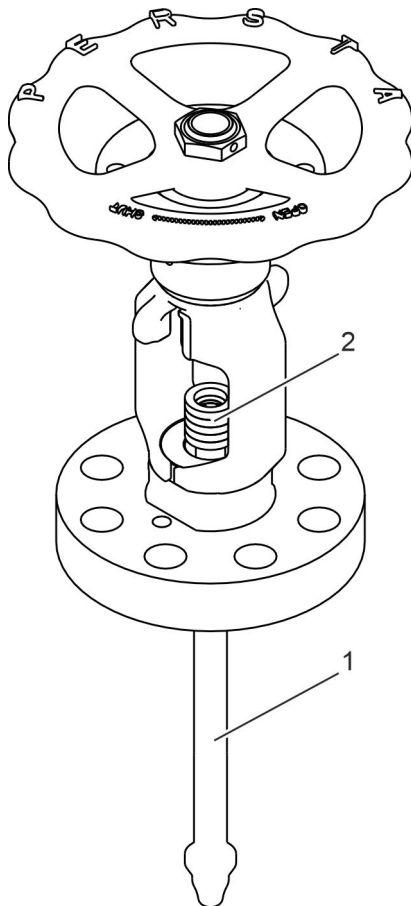

Abb. 28: Spindel eindrehen
18. Spindel (Abb. 28/1) in den Bügelaufsatz einführen.
19. Neue Stopfbuchselemente (Abb. 28/2) in den geleerten und gereinigten Packungsraum einlegen.